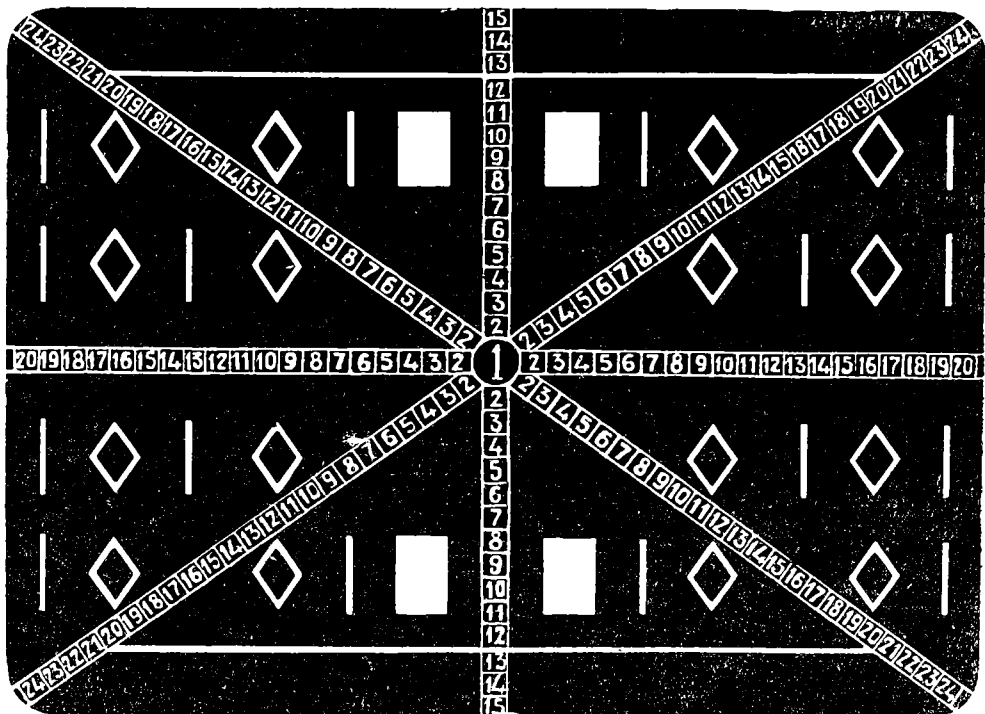

Рис. 1
1. Проекционная часть фильма длиной 25 м. Поле изображения ее занято кадром, показанным на рис. 1, который содержит ряды цифр и различные фигуры, служащие для проверки резкости изображе-